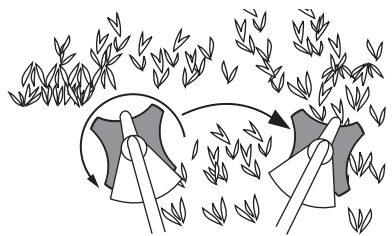

Fig. 27
- Mueva la unidad de su izquierda a derecha hacia el material que va a cortar (Fig. 27).